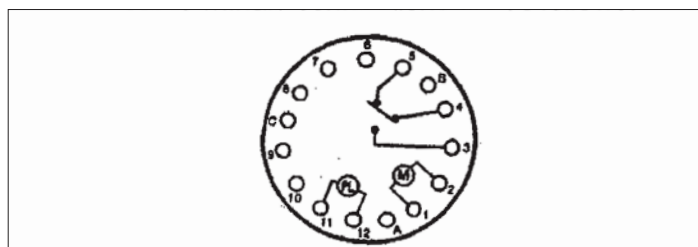

Figure 2
2. Illustration des terminaux arrières, Figure 2: